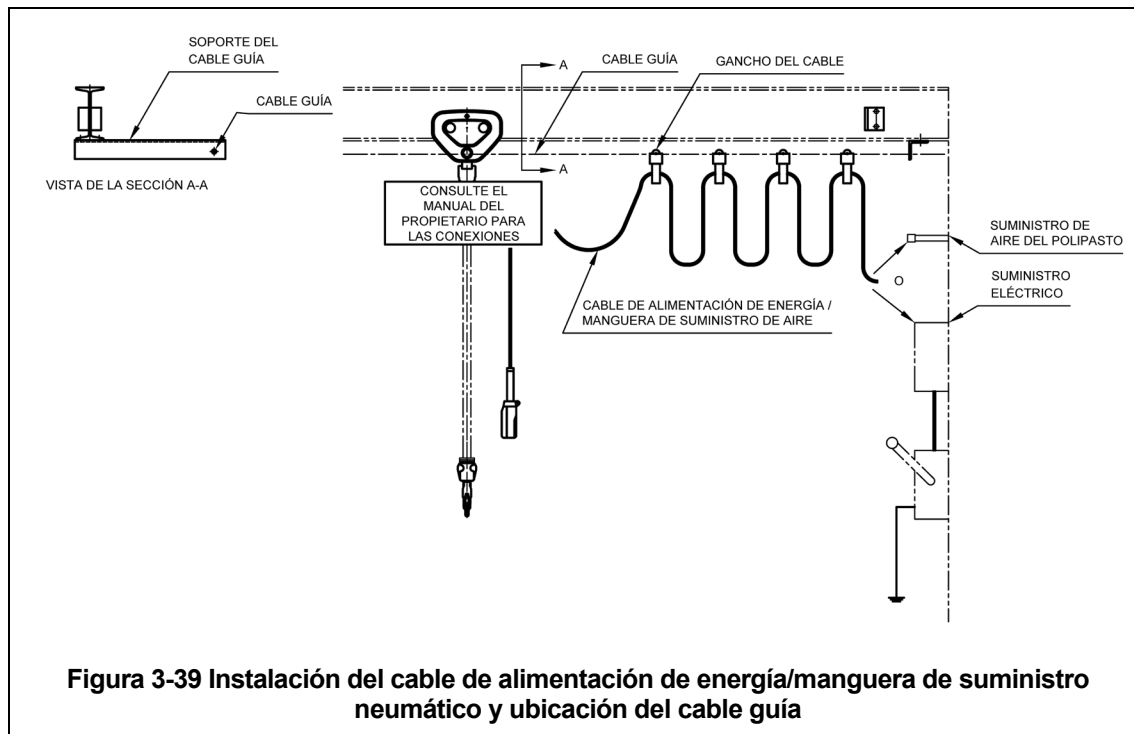

Figura 3-39 Instalación del cable de alimentación de energía/manguera de suministro neumático y ubicación del cable guía
- Instale un sistema de cable guía paralelo a la viga. (Vea la Figura 3-39).